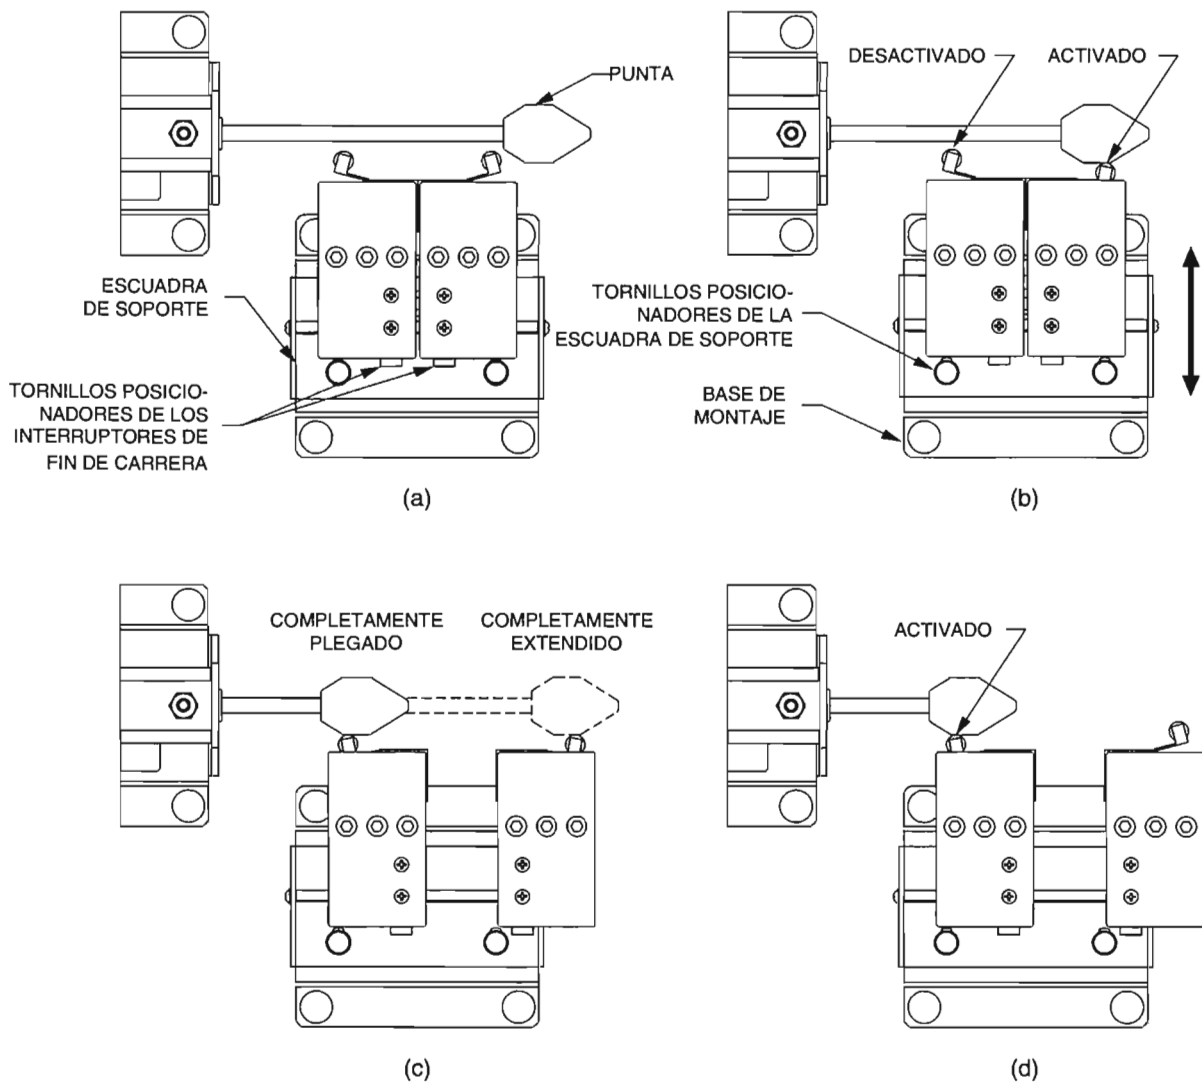

Figura 3-6. Montaje del Interruptores de fin de carrera.
- Fije el Interruptores de fin de carrera junto al vástago del cilindro como se muestra en la figura 3-6.
- Afloje los tornillos de posicionamiento del interruptor de fin de carrera. Coloque los interruptores lado a lado al centro de la escuadra de soporte, como se muestra en la figura 3-6 (a). Ajuste los tornillos de posicionamiento del interruptor de fin de carrera.
- Afloje los tornillos de posicionamiento de la escuadra de soporte hasta que pueda deslizar la escuadra sobre la base de montaje como se muestra en la figura 3-6 (b). Ajuste la posición de la escuadra de manera que los interruptores sean activados cuando la punta de cilindro empuje contra el brazo del interruptor y desactivados cuando la punta del cilindro libere el brazo del interruptor. Para evaluar esto, extienda y retracte manualmente el vástago del cilindro, y escuche el "click". Después, ajuste los tornillos de posicionamiento de la escuadra de soporte en la base de montaje.
- Afloje el tornillo de posicionamiento en cada interruptor de fin de carrera. Ajuste la posición de los interruptores de manera que sean activados cuando el vástago del cilindro sea extendido y plegado completamente, como se muestra en la figura 3-6 (c). Para evaluar esto, extienda y retracte manualmente el vástago del cilindro, y escuche el click. Después, ajuste los tornillos de posicionamiento del interruptor de fin de carrera.
- Retracte completamente el vástago del cilindro, como se muestra en la figura 3-6 (d).